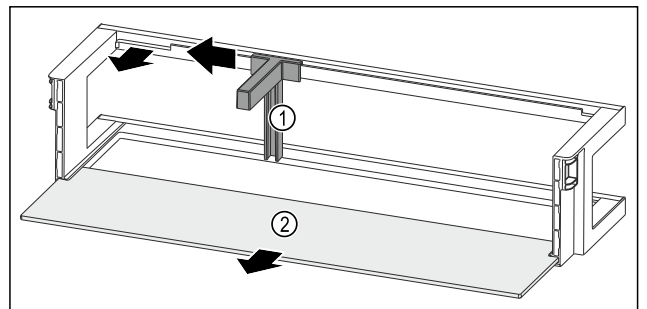

Fig. 171 带瓶托和搁板的门边存放架
- ▶ 将瓶托 Fig. 171 (1) 推至槽边。
- ▶ 取出瓶托 Fig. 171 (1)。
- ▶ 取出搁板 Fig. 171 (2)。